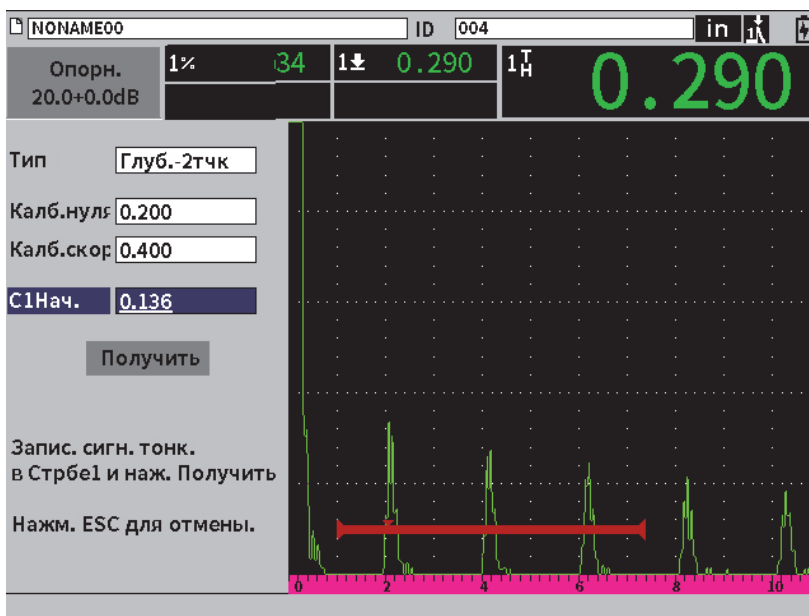

Рис. 8-3 Калибровка — Исходные настройки окна
3. В установочном меню выберите значок **Калиб.** () , чтобы открыть диалоговое окно калибровки (см. Рис. 8-3 на стр 117).